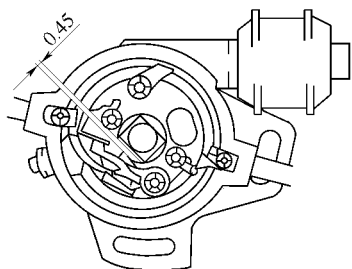

图 5-29 用塞尺调整凸轮和顶块之间的间隙
2) 用两个螺钉装上断路器触点和引出线的一端，暂不要旋紧，使用塞尺调整凸轮和顶块之间的间隙，如图 5-29 所示。